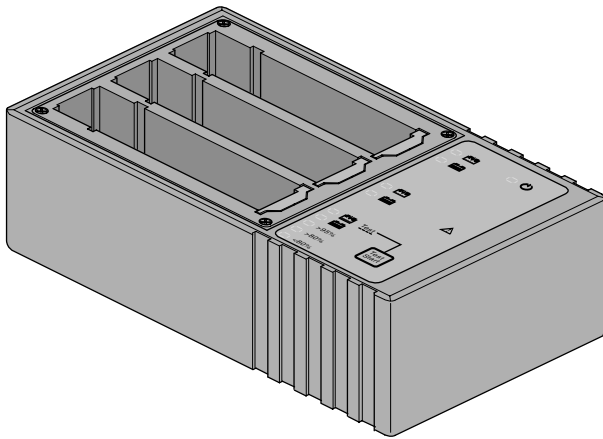

Bild 3-5. Akku-Service-Unit
**Zur optimalen Pflege der Batterien empfehlen wir unsere Lade- und Pflegestation „Akku-Service-Unit“ (Bild 3-5). Mit ihr erhöhen Sie die Lebensdauer der Batterien und stellen die optimale Einsatzbereitschaft sicher.**